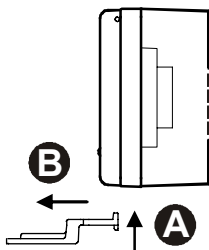

Fig. 6
5. For FDM1101A-Rx only: If operating with SynoLINE300, connect an external, control panel-specific alarm resistor (RA) to the connection terminals. Use a connecting terminal to do this if required.
6. Remove the cover using the key (Fig. 6, movements A and B). Keep the key in a safe place.
5. Nur für FDM1101A-Rx: Für die Betriebsart mit SynoLINE300 schließen Sie einen externen, zentralenspezifischen Alarmwiderstand (RA) an die Anschlussklemmen an. Verwenden Sie dazu bei Bedarf eine Verbindungsklemme.
6. Entfernen Sie die Abdeckung mit dem Schlüssel (Fig. 6, Bewegungen A und B). Bewahren Sie den Schlüssel sicher auf.
5. Uniquement pour FDM1101A-Rx : en cas de mode d'exploitation avec une ligne de détection SynoLINE300, raccordez une résistance d'alarme externe variable (RA) aux borniers. Si besoin est, utilisez pour ce faire un bornier.
6. Retirez le cache avec la clé (fig. 6, mouvements A et B). Rangez soigneusement la clé.